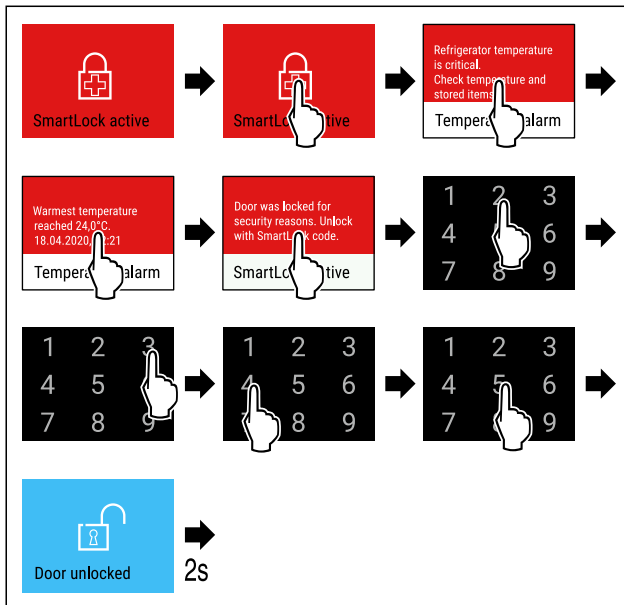

Fig. 86
- ▶ Stappen (zie Fig. 86) uitvoeren.